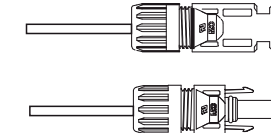

Figura 5.16 Connettore con dado di chiusura avvitato
4. Inserire il connettore metallico nella parte superiore del connettore e serrare il dado con una coppia di 2,5-3 Nm (vedere figura 5.16).